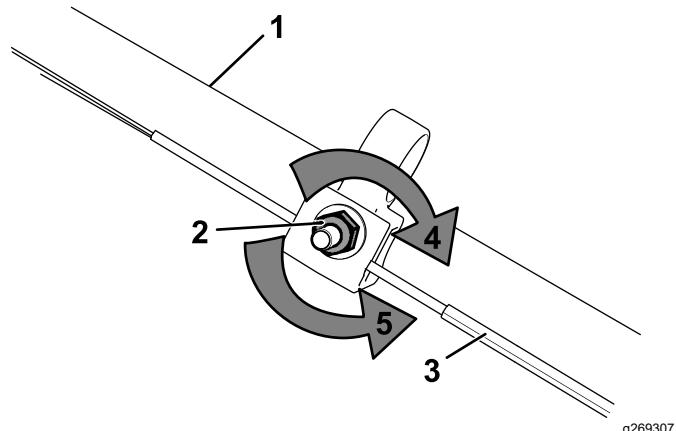

Bild 26
- Drehen Sie die Einstellmutter nach links, um die Seileinstellung zu lösen (Bild 26).
- Stellen Sie die Spannung des Seils (Bild 26) ein, indem Sie ihn zurückziehen oder nach vorne drücken und dann in dieser Stellung arretieren.